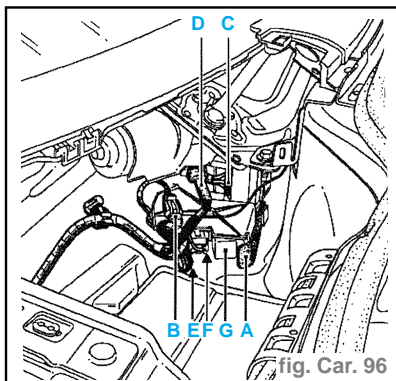

fig. Car. 96
- Il est situé dans la boîte à eau, fixé par une sangle (**A**) sur le corps de climatiseur. (fig. Car. 96)